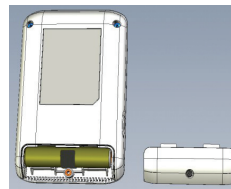
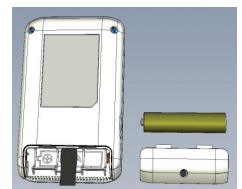

Fig. 1a
Fig. 1b
- 5.2.1. Para instalar/sustituir la batería, desatornille y retire la tapa del compartimento de la batería de la parte posterior del dispositivo (Fig. 1a). Extraiga la batería gastada (si existe) ayudándose con la cinta de tela incorporada; inserte la batería nueva siguiendo las indicaciones sobre polaridad de las marcas del interior del compartimento (Fig. 1b), vuelva a colocar la tapa y apriete el tornillo.